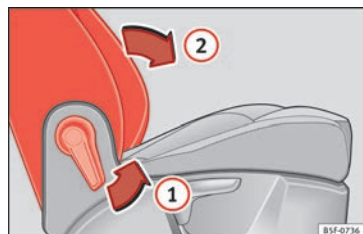

Abb. 148 Beifahrersitz: Hebel zum Umklappen der Rückenlehne.
- Ziehen Sie den Hebel ① » Abb. 148 und drücken Sie die Rückenlehne soweit nach vorn ② bis sie sich in horizontaler Stellung befindet.